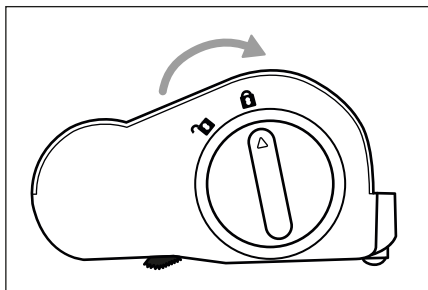

Abb. 25
- 5) Setzen Sie die Bürstenrolle **19** in die Bodenbürste **20** ein und drehen Sie die Bürstenrollenentriegelung **18** in Richtung des Symbols **1** (schließen) (siehe Abb. 25).